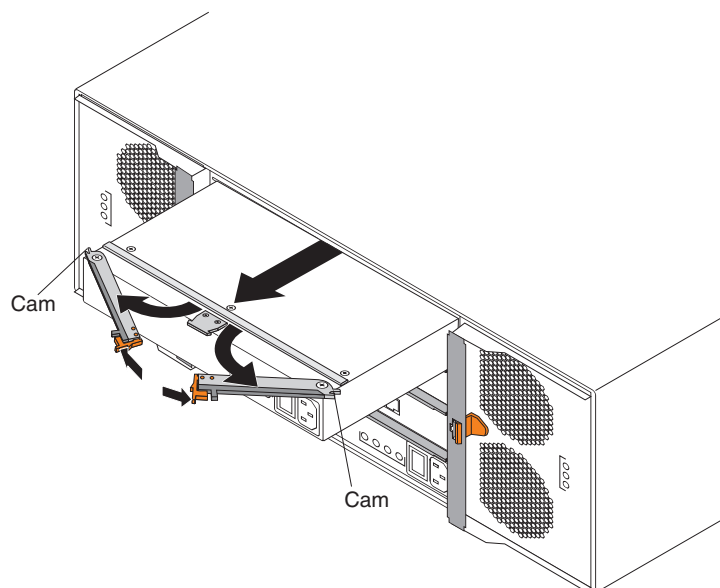

Figura 51. Substituindo uma fonte de alimentação
9. Aperte as travas juntas e puxe as alavancas abertas para soltar a fonte de alimentação do gabinete. As travas são as guias na cor laranja nas alavancas (consulte a Figura 51 na página 113).
11. Deslize a nova FRU da fonte de alimentação para o compartimento vazio. Conforme você deslizar a fonte de alimentação no compartimento vazio, certifique-se de que os cames em ambas as alavancas se ajustem aos slots correspondentes no gabinete (consulte a Figura 51).